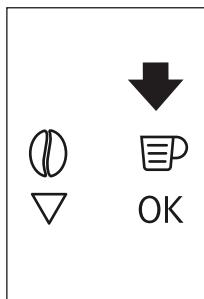
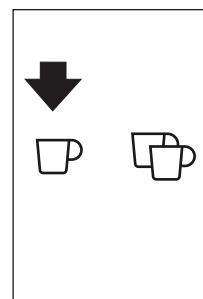
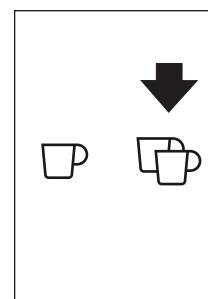

Fig. 18
Fig. 19
Fig. 20
- ▶ Apăsați pe pictograma (B5) (Fig. 18) pentru a selecta tipul de cafea: espresso, ceașcă mică, ceașcă medie, ceașcă mare, cană. Atingeți tasta  (B10) (Fig. 19) dacă doriți să preparați o cafea și tasta  (B11) (Fig. 20) dacă doriți să preparați două cafele. Aparatul râșnește cafeaua și începe să distribuie cafeaua preparată în ceașcă. După ce a fost distribuită cantitatea de cafea setată, mașina oprește automat distribuirea și elimină zațul de cafea în recipientul pentru zațul de cafea.